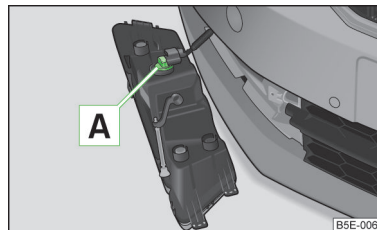

Abb. 217
- › Den Lampenhalter » Abb. 217 bis zum Anschlag **entgegen dem Uhrzeigersinn** drehen und herausziehen.